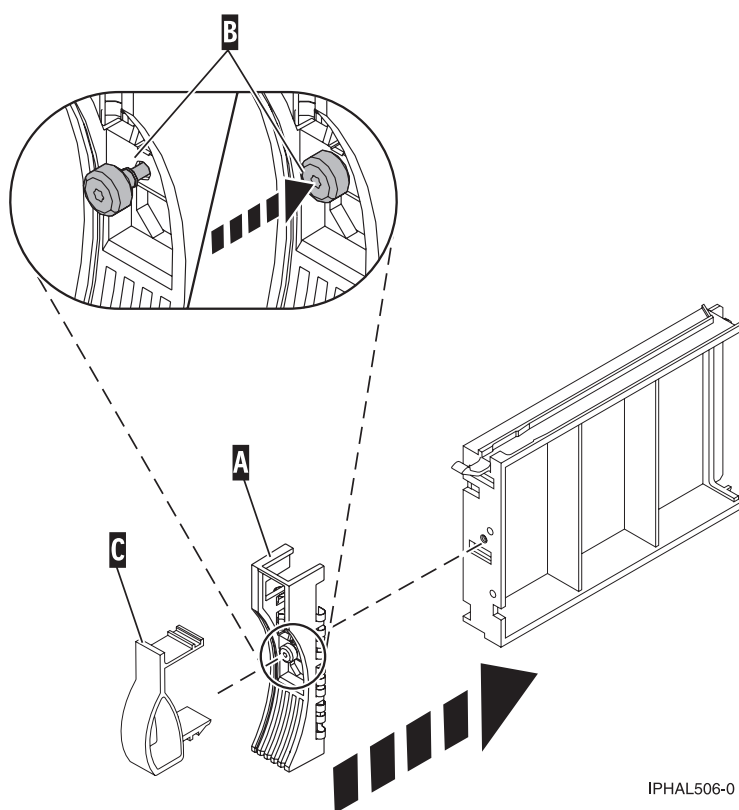

Figure 33. Fixation d'un panneau frontal à un obturateur d'unité de disques
2. Appuyez sur la vis moletée (B), puis serrez la vis pour maintenir le panneau frontal sur l'unité de disque ou l'obturateur.
3. Installez le loquet du panneau frontal de l'unité de disque (C) sur le bord avant de l'unité de disque ou de l'obturateur (voir figure 33).